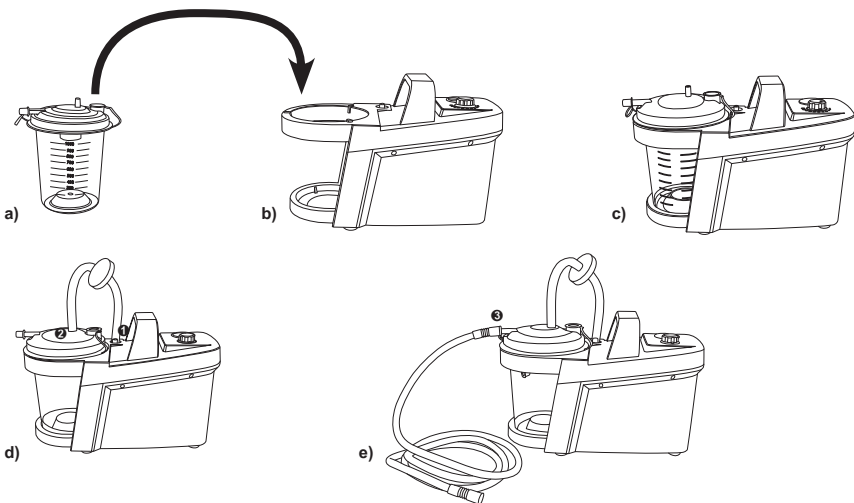

Bild 6
- Drücken Sie ihn leicht mit beiden Händen bis zum Anschlag auf den Behälter (Bild 6 / a-c).
- Den Absaugschlauch an den seitlichen Anschlussstutzen am Sekretbehälterdeckel (⊕) mit leichter Drehung anschließen (Bild 6 / e).
- Der Filter wird mit Hilfe der beiden kurzen Verbindungsschläuche zwischen Anschluss Absauggerät (⊕) und Anschluss Sekretbehälterdeckel (⊖) verbunden (Bild 6 / d).